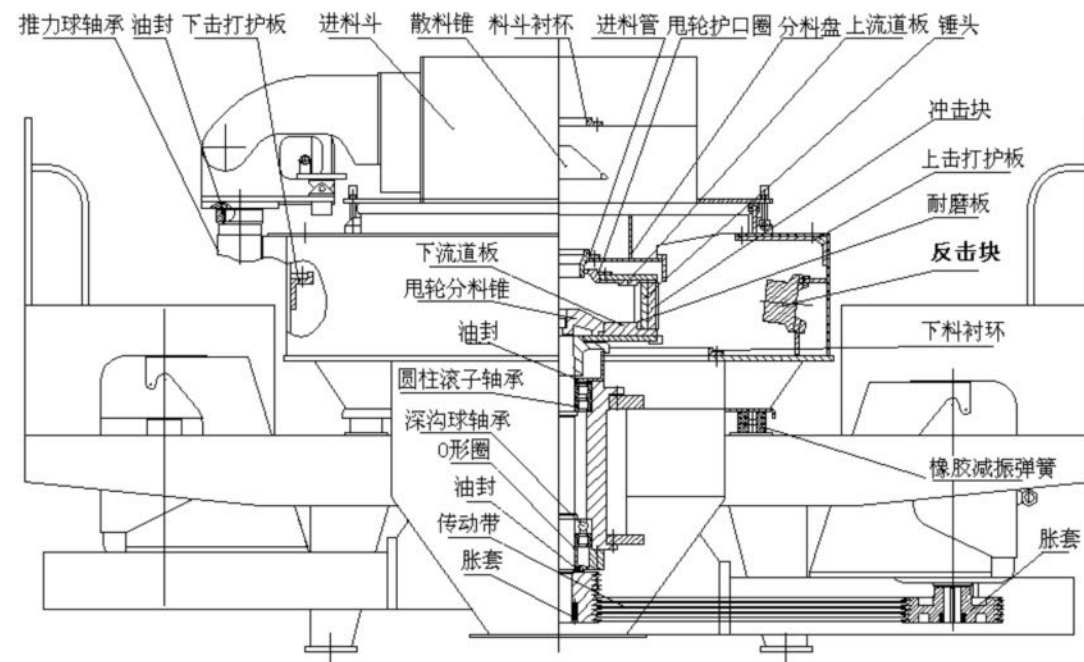
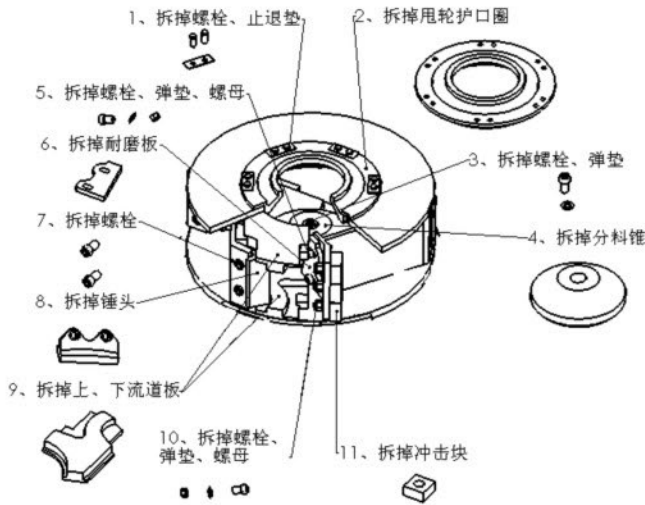

图10-1 易损件及位置图
图11-2 甩轮的内部结构及拆卸
易损件位置详见图10-1及图11-2。
- 5.拆卸甩轮部件（参见图11-2）。需要注意的是，更换甩轮中易损件时甩轮的各向受力要平衡，否则会引起机器振动。